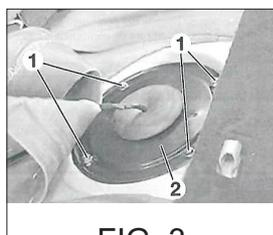

FIG. 3
- 1 El siguiente paso es desmontar los tornillos (1) [FIG. 3] y la tapa (2) [FIG. 3].